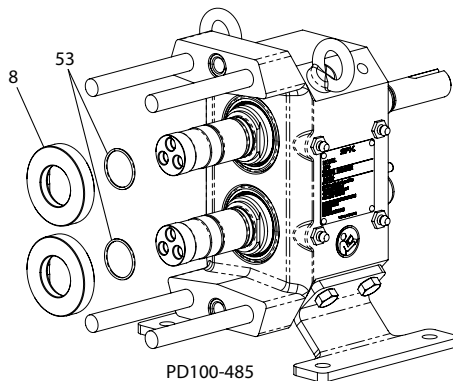

Figure 34 - Retirez les sièges du joint
1. Retirez les sièges du joint (Figure 34, objet 8) des arbres. Prenez soin d'éviter d'endommager les sièges ou les arbres.